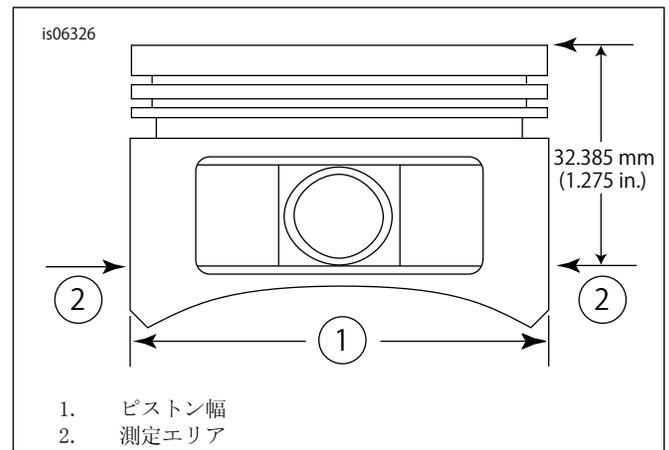

図2。ピストン測定
5. 図2を参照してください。ピストン幅(1)を、ピストンピン穴の両側から水平に90度、ピストン(2)のデッキ(上)面から32 mm (1.275 in)下で測定します。この位置のピストン-シリンダーフィットについては表11を参照してください。